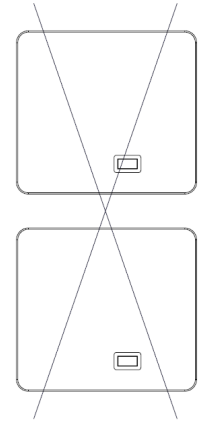

Abb. 7: Verbotene Montageposition
Mindestabstände zu den Gehäuseseiten beachten, siehe Abb. 7
- 2. Montageposition des Gerätes bestimmen. Einhaltung der Mindestabstände prüfen (Abb. 7).